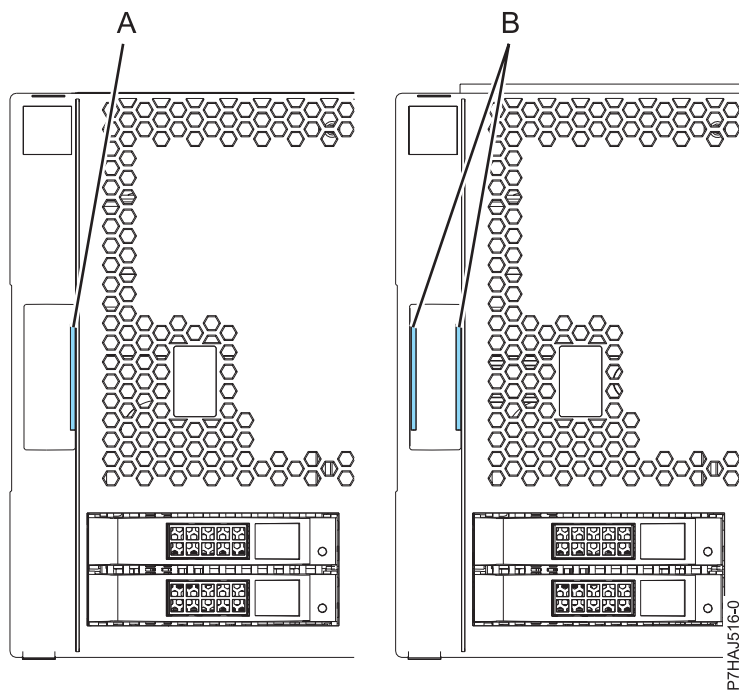

Figure 37. Identification des anciens et des nouveaux capots
Remarque : Les anciens capots fournis avant le 1er mars 2011 sont reconnaissables à la bande bleue unique (A) située sur les taquets du capot. Les nouveaux capots (livrés après le 1er mars 2011) possèdent deux bandes bleues (B). Voir figure 37, à la page 51.